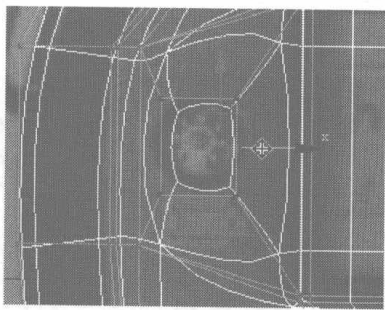

图 6.100
- 06** 切换为节点编辑，在 Top 视图中用缩放工具将液晶屏灯光按钮处的节点进行缩放调整，如图 6.100 所示。